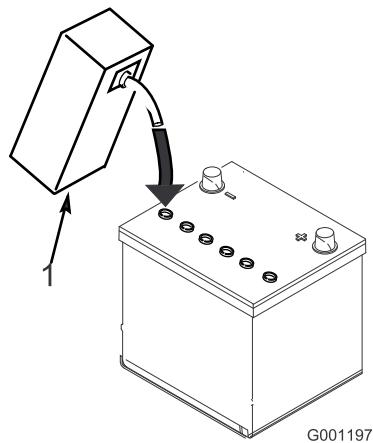

Bild 18
4. Lassen Sie die Elektrolytflüssigkeit für 20 bis 30 Minuten in die Platten durchtränken. Füllen Sie nach Bedarf auf, um den Elektrolytfüllstand auf ungefähr 6 mm unter dem Einfüllstutzen anzuheben (Bild 18).